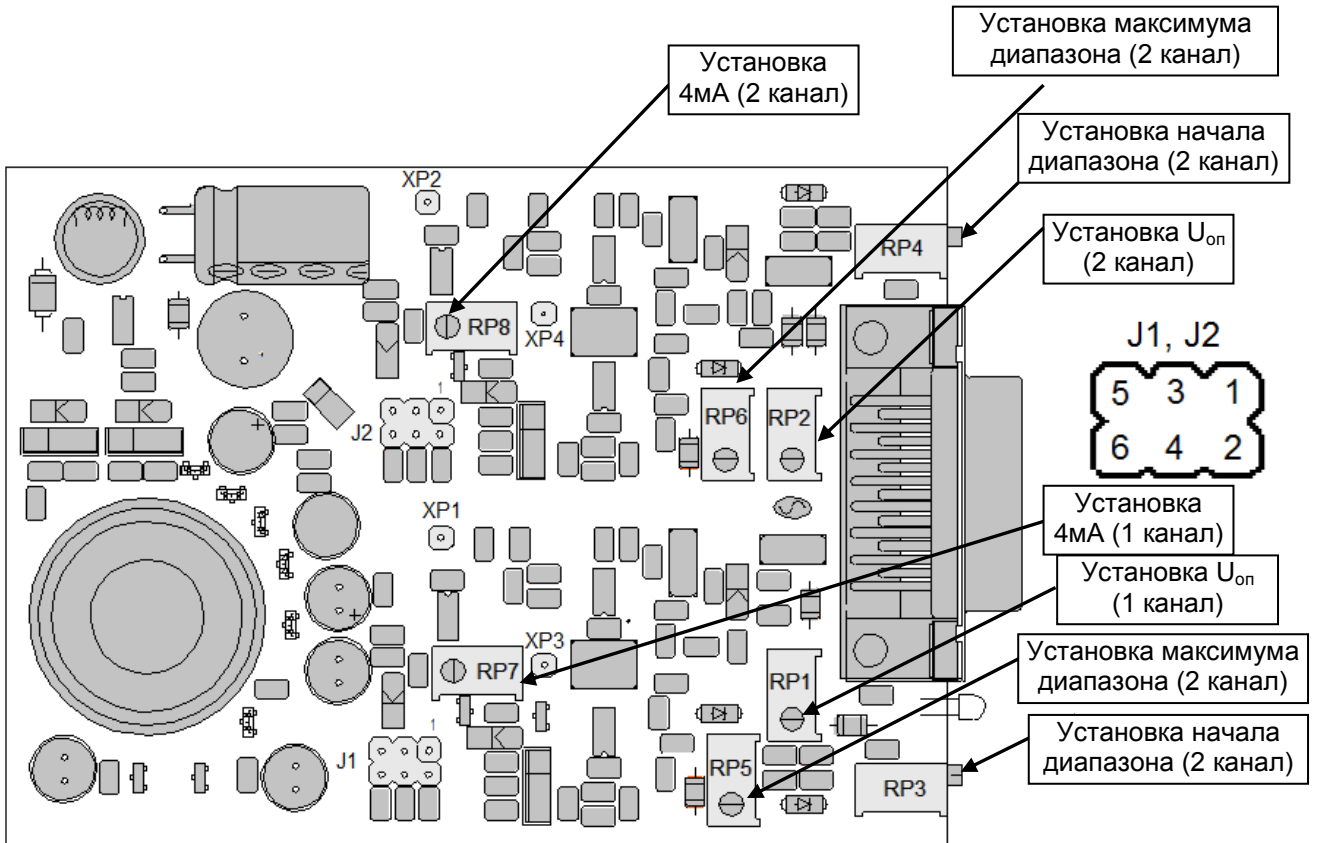

Рисунок 4.2 Схема расположения органов регулирования и элементов перестройки БПТ-22
4.2.4 Для изменения настроек БПТ-22 на другие входные/выходные сигналы используйте рисунок 4.2 и таблицы 4.1, 4.2, 4.3.